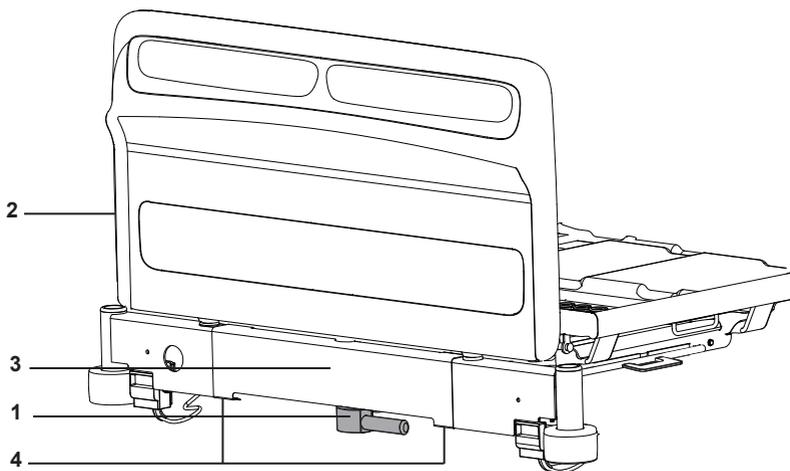
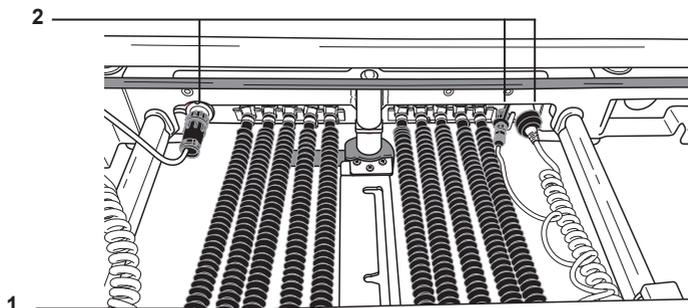

Рис. 1. Изножье и секция удлинения ножной части
Рис. 2. Защитная панель секции удлинения ножной части с воздушными шлангами и электрическими разъемами
4. Потяните рукоятка для удлинения ножной части (рис. 1, пункт 1), выдвиньте удлинение каркаса (3) и снимите изножье (2).
- Найдите защитную панель секции удлинения ножной части (рис. 1, пункт 3) с прикрепленными воздушными шлангами (рис. 2, пункт 1) и электрическими разъемами (2) под ножной частью кровати. Отсоедините воздушные шланги и электрические разъемы от защитной панели секции удлинения ножной части.
- Снимите защитную панель, открутив два винта Philips с цилиндрическими головками (рис. 1, пункт 4) на нижней стороне панели. Поместите защитную панель и оборудование в сумку для хранения, если блок управления надувным матрасом будет снят позже. Защитную панель секции удлинения ножной части необходимо будет установить снова, чтобы защитить воздушные шланги и электрические разъемы.